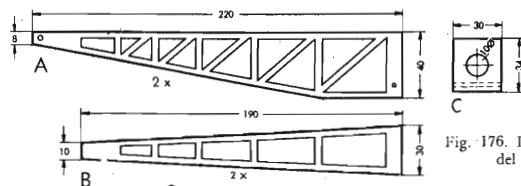

Fig. 176. Le singole parti del braccio.
Costruiamo prima il cassone (1), con assicelle di 10 mm di spessore. Nel centro del fondo, sopra un foro da 4 mm per l'albero (9), avvittiamo la flangia (10) (fig. 177). Le pareti anteriore e posteriore e le coperture sono in legno compensato 3 mm; le inchiodiamo per ora solo provvisoriamente. Il braccio (2) è costituito da due parti **A** e due parti **B**, ritagliate in legno compensato da 3 mm, e dal fondo **C** di legno spesso 12 mm (fig. 176). Il fondo è attraversato da un foro di 10 mm e, trasversalmente, da un foro di 2 mm per il proprio asse di movimento (4). Inchiodiamo il braccio con punte sottili dopo averlo incollato; all'estremità, sistemiamo una carrucola (3).